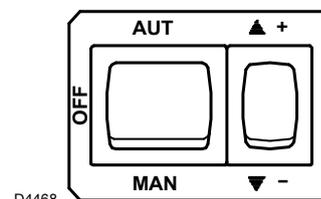

Fig. 20
- 2 Selezionare il modo manuale "MAN" (Fig. 20) di funzionamento ed effettuare le pretaratura della CAMMA III del servomotore e della vite di taratura del PUNTO 0 come indicato in Tab. M, quindi avviare il bruciatore.
- 3 Ad accensione avvenuta portare manualmente il servomotore verso la posizione di seconda fiamma premendo l'interruttore "+" (Fig. 20).
- 4 Portare manualmente il servomotore verso la posizione di prima fiamma premendo l'interruttore "-" (Fig. 20).
Al termine, dopo avere verificato che il bruciatore abbia una buona accensione e una buona stabilità di fiamma, selezionare il funzionamento automatico impostando il selettore sulla posizione "AUT" (Fig. 20): la modulazione avverrà tra la posizione di taratura della CAMMA III e quella della CAMMA I.
Se bisogna aumentare l'angolo della camma, è necessario prima aumentare l'angolo del servomotore con il tasto "aumento potenza" +)(Fig. 20), poi aumentare l'angolo della **CAMMA III** ed infine
riportare il servomotore nella posizione di potenza MIN con il tasto "diminuzione potenza" -)(Fig. 20).